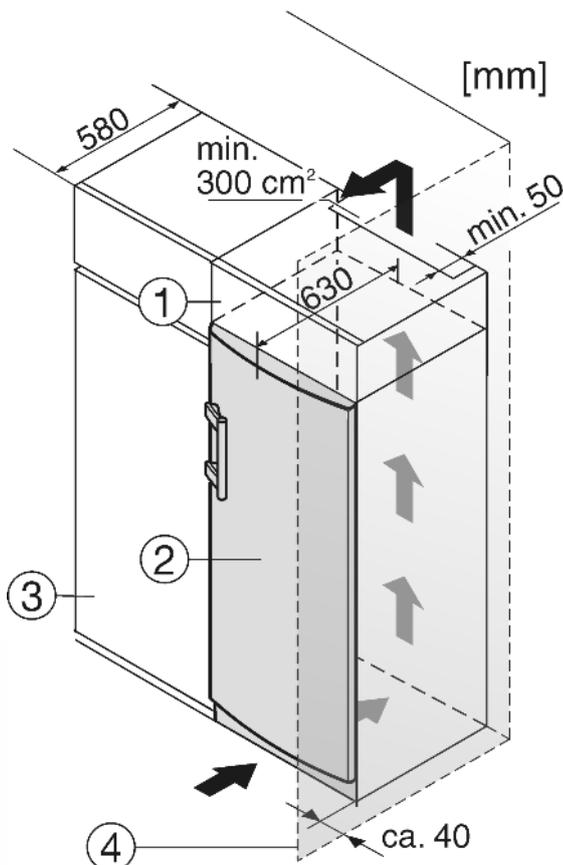

Fig. 9
- (1) Дополнительный шкафчик
(2) Устройство
(3) Кухонный шкаф
(4) Стенка
При комбинировании с обычными кухонными шкафами (глубина макс. 580 мм) устройство можно установить непосредственно рядом с кухонным шкафом Fig. 9 (3). Дверь устройства выступает по сторонам на 34 мм и по центру устройства на 50 мм относительно передней стенки кухонного шкафа. Поэтому ее можно свободно открывать и закрывать.
Если устройство установлено на шарнирах у стены Fig. 9 (4), то расстояние между устройством и стеной должно быть не менее 40 мм. Настолько выступает ручка при открытой дверце.